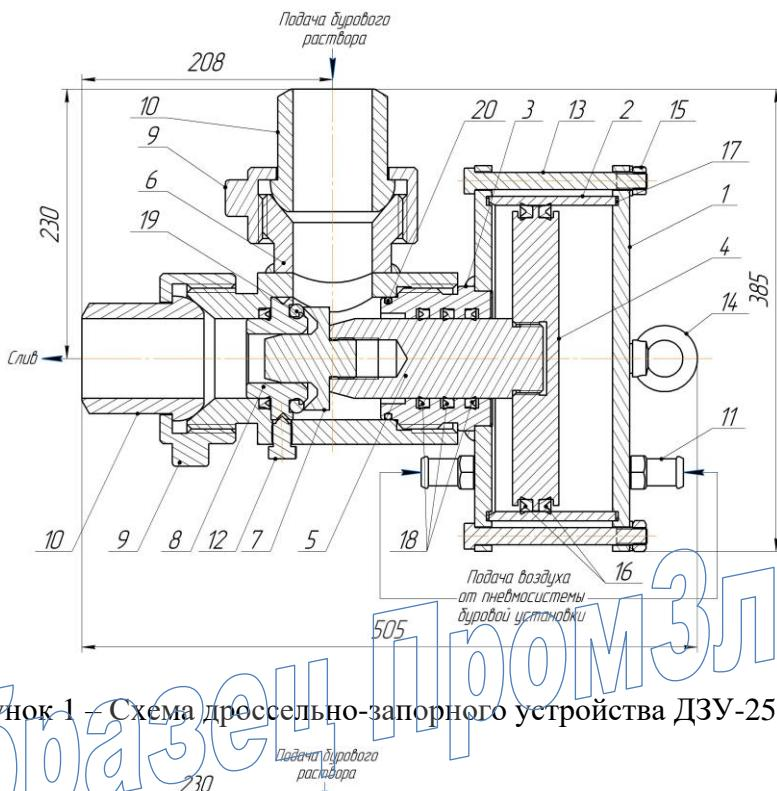

Рисунок 1 – Схема дроссельно-запорного устройства ДЗУ-250.
- 3.6. При повороте рукоятки крана на пульте управления в положение «открыто» сжатый воздух поступает в полость цилиндра (гильзы) поз.3 под поршень поз.5 и перемещает его в правое положение (рис. 1, 2, 3). Вместе с поршнем поз.5 и штоком поз.7 в правое положение перемещается и клапан поз.8, открывая проход глинистому раствору через отверстие в седле поз.10 запорного клапана.
- 3.7. При повороте рукоятки крана в положение «закрыто» воздух поступает через штуцер поз.6 в правую полость цилиндра (гильзы) поз.3 (рис. 1, 2, 3), перемещает поршень поз.5 влево. Вместе с поршнем поз.5 и штоком поз.7 в левое положение перемещается и клапан поз.8, закрывая проход глинистому раствору через отверстие в седле поз.10 запорного клапана.